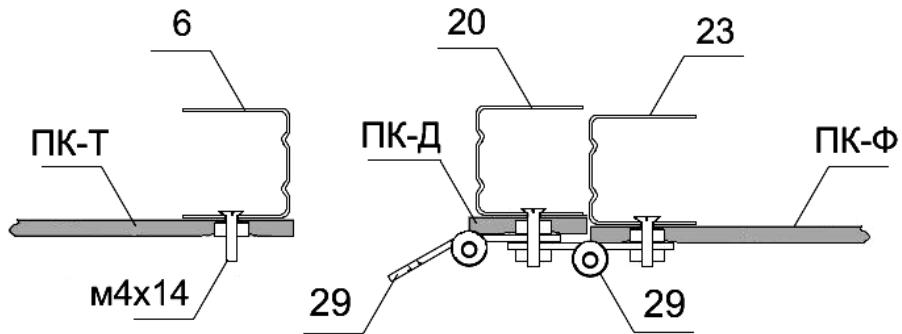

Рис. 10
- 3.6.8. В местах крепления петель на стойке дверного проёма №6 в поликарбонате сделайте отверстия. С внутренней стороны профиля установите винты m4x14 и затяните гайками со стороны покрытия торца, чтобы гайка утонула в поликарбонате (рис. 10).
- 3.6.11. Отсоедините дверь от торца и произведите крепление покрытия к двери. Закрепите винты m4x14 для крепления петель (рис. 10).
- 3.6.13. Закрепите винты m4x14 для крепления петель. На выступающих винтах m4x14 закрепите петли (рис. 10), установите форточку в дверь, а дверь в дверной проём на торце.